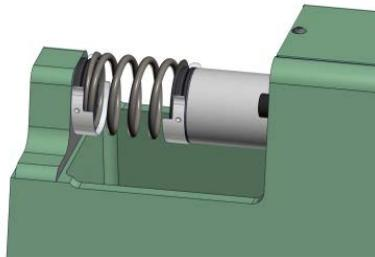

Abbildung 6.4.2
3. Legen Sie die Feder in den Apparat zwischen die beiden Druckfestigkeitsvorrichtungen ohne Druck auszuüben. Um sicherzustellen, dass kein Druck ausgeübt wird, drehen Sie das Drehrad (Pos. 6, Abbildung 7.1) entgegen dem Uhrzeigersinn zum Öffnen der Druckfestigkeitsvorrichtungen. Siehe nachfolgende Abbildung 6.4.2.